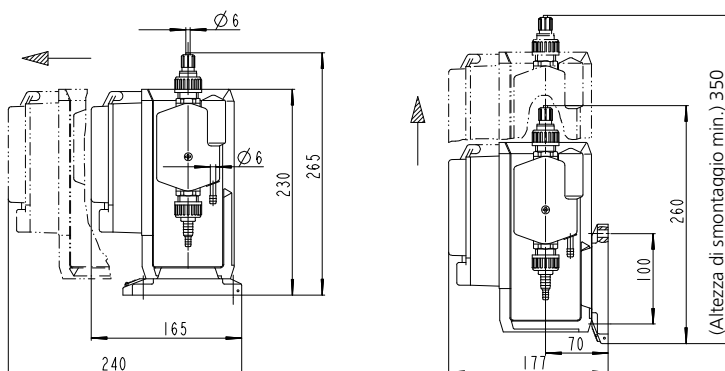

Fig. 4: disegno quotato
- Fissare la pompa al piede della pompa posizionabile (vedere fig. 4) a max. 1,5 m (per sostanze attive con densità pari a 1,0 g/ml) dal fondo del recipiente, tuttavia di preferenza alla minor altezza possibile (per impianti di dosatura DM-T 20 - DM-T 100 sul contenitore di dosaggio).